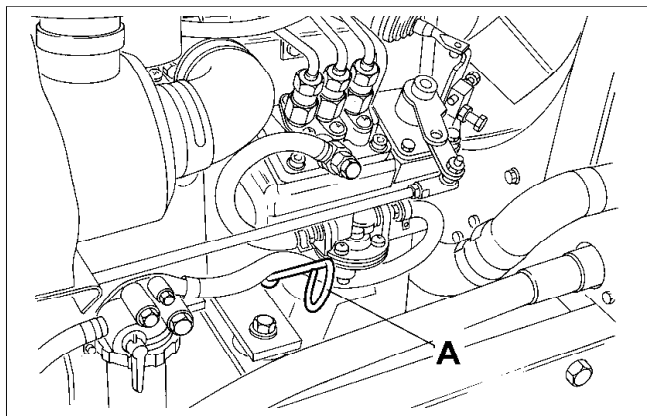
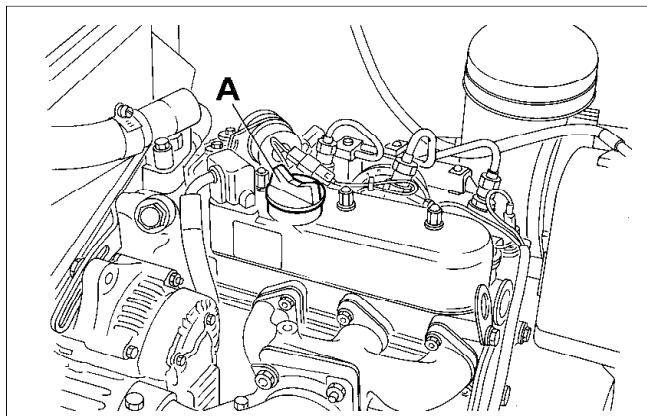

Fig.24
Fig.25
Remove dipstick (A Fig.24) and check that the oil is up to the correct level indicated. If necessary top up with fresh oil through the filler (A Fig.25) on top of the rocker box.
- Remove the filler cap (A Fig.25) and refill with fresh oil up to the maximum level on the dipstick (A Fig.24).Capacity 3.2 litres (5.6 Imp.pints) (6.7 US pints)
Verwijder de peilstok (A afb.24) en controleer dat het olieniveau correct is, zoals aangegeven op de peilstok. Zo nodig verse olie bijvullen via de vuldop (A afb.25).
- Verwijder de vuldop (A afb.25) en vul met verse olie tot aan het maximum niveau op de peilstok (A afb.24). Inhoud 3,2 liter.
Retirer la jauge (Fig. 24 "A") et s'assurer que le niveau d'huile est correct. Rétablir le niveau d'huile, s'il y a lieu, en se servant du remplisseur (Fig. 25 "A") se trouvant sur la partie supérieure du boîtier à bascule.
- Retirer le couvercle du remplisseur (Fig. 25 "A") et rétablir le niveau d'huile jusqu'à la marque "maximum" de la jauge (Fig. 24 "A"). Capacité : 3,2 litres.